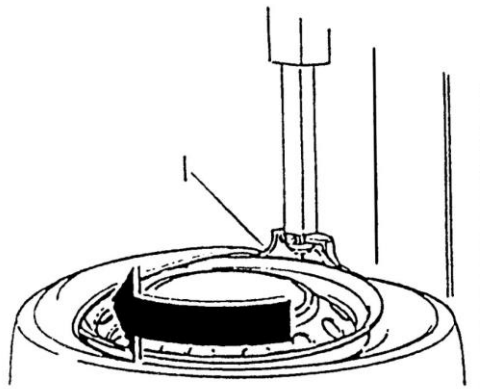

fig.21
- Bringen Sie die Reifenwulst auf den Rand des Kopfes (1) und unter das Zünglein (den Fuß) (Bild 21).
- Durch drücken des Pedals (A) drehen Sie die Spannzange, achten Sie darauf, dass die Reifenwulst in die zentrale Nute der Felge so gelangt, dass es nicht zur Verdünnung der Reifenwulst kommt. (Zur Unterstützung dieser Tätigkeit ist es geeignet, den Reifen mit den Händen anzudrücken.)
- Im Fall, dass die Reifenwulst das Problem mit dem Abstieg von dem Kopf hat, ist es notwendig, das Pedal des Invertors (A) zu drücken (nach oben zu verschieben) und das Umdrehen der Spannzange nach links zu starten.
- Verschieben Sie den Arm und drücken Sie das Pedal der Öffnung (C) zusammen, damit sie die Folge lösen.